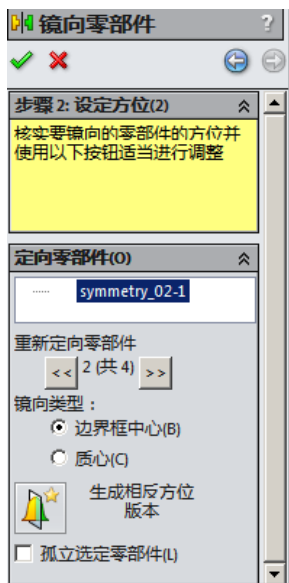

图 4.6.4 “镜向零部件”窗口（二）
Step5. 单击“镜向零部件”窗口中的  按钮，系统弹出图 4.6.4 所示的“镜向零部件”窗口（二），进入镜像的下一步操作。